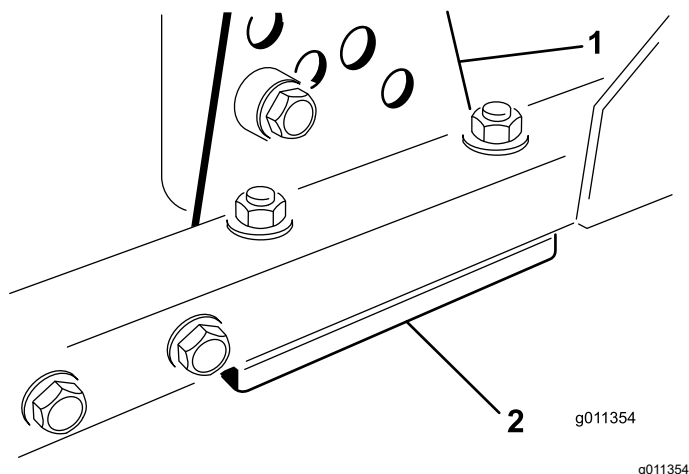

Figura 74
1. Retire o suporte da altura de corte, (frente, esquerda ou direita) da estrutura da plataforma (Figura 74).
2. Ajuste os calços de 1,5 mm e/ou de 0,7 mm entre a estrutura da plataforma e o suporte para obter a definição de altura pretendida (Figura 74).